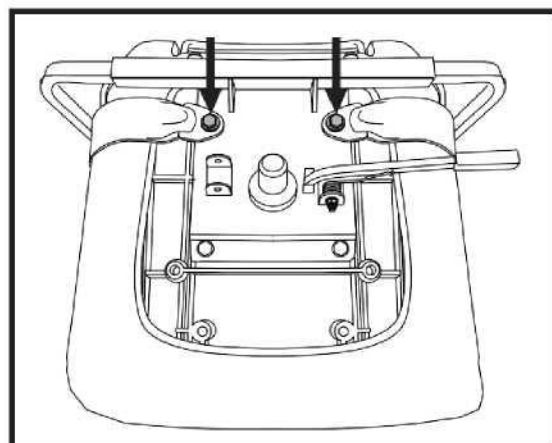

Abbildung 28. Sicherheitsgurt Schrauben
2. Stellen Sie den Sitz auf den Kopf, so dass Sie die Unterseite der Sitzfläche sehen können. **Siehe Abbildung 28.**